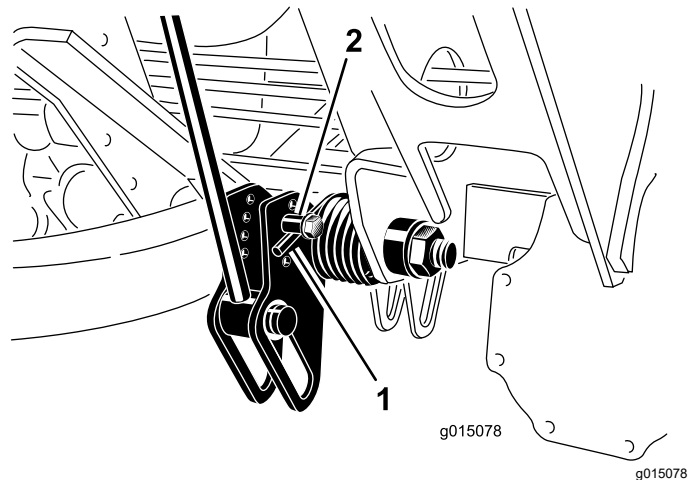

図 72
2. 調整作業の最中に、スプリングのテンションが掛からないようにするため、スプリングの長い方の端にパイプなどを通してスプリングの力を殺しておく図 72。
3. スプリングのテンションをなくしたら、スプリングアクチュエータを固定しているボルトとロックナットを外す図 72。